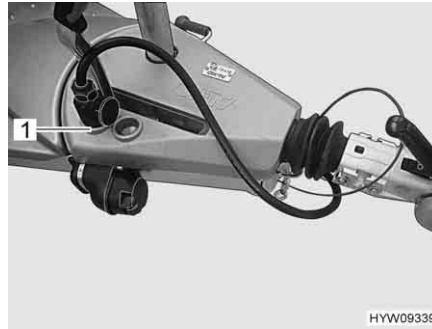

Fig. 19 Spina a 13 poli (posizione di parcheggio)
- Rimuovere la spina a 13 poli dalla presa di sicurezza e innestarla in posizione di parcheggio (Fig. 19,1).